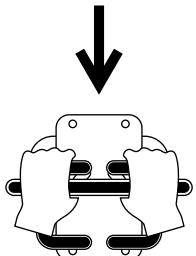

Figura 8
- Para andar para trás, move ambos os controlos de tração para trás (Figura 8).